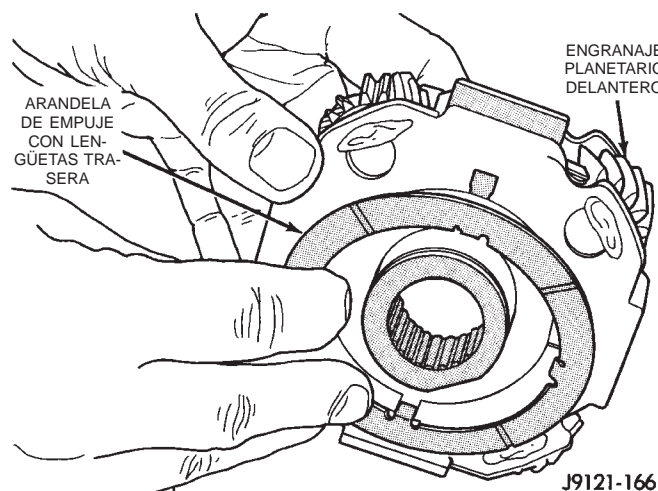

Fig. 161 Instalación de la arandela de empuje trasera en el engranaje planetario delantero
(13) Instale la arandela de empuje trasera en el engranaje planetario delantero (Fig. 161). Utilice la vaselina suficiente como para mantener la arandela en su lugar y asegúrese de que las cuatro lengüetas de la arandela estén asentadas.